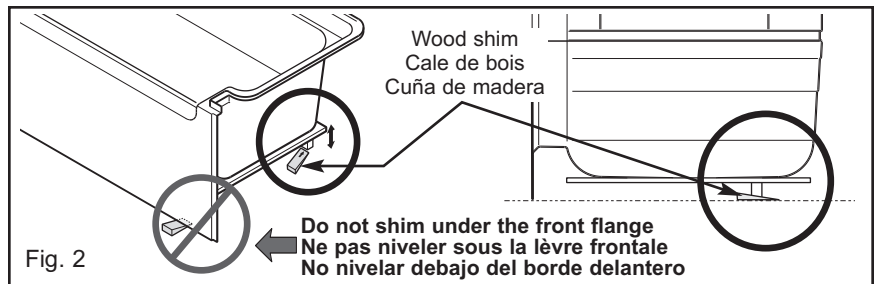

Fig. 2
**Leveling must be done under the wood legs located beneath the unit. Do not level directly behind or under the flange at the front of the unit. Fig. 2.**
**La mise de niveau doit se faire uniquement sous le panneau de bois situé sous l'unité. Ne pas niveler directement derrière ou sous la lèvre à l'avant de l'unité. Fig. 2.**
**La nivelación sólo debe hacerse bajo el panel de madera ubicado debajo de la unidad. No nivelar directamente detrás o debajo del borde delantero de la unidad. Fig. 2.**